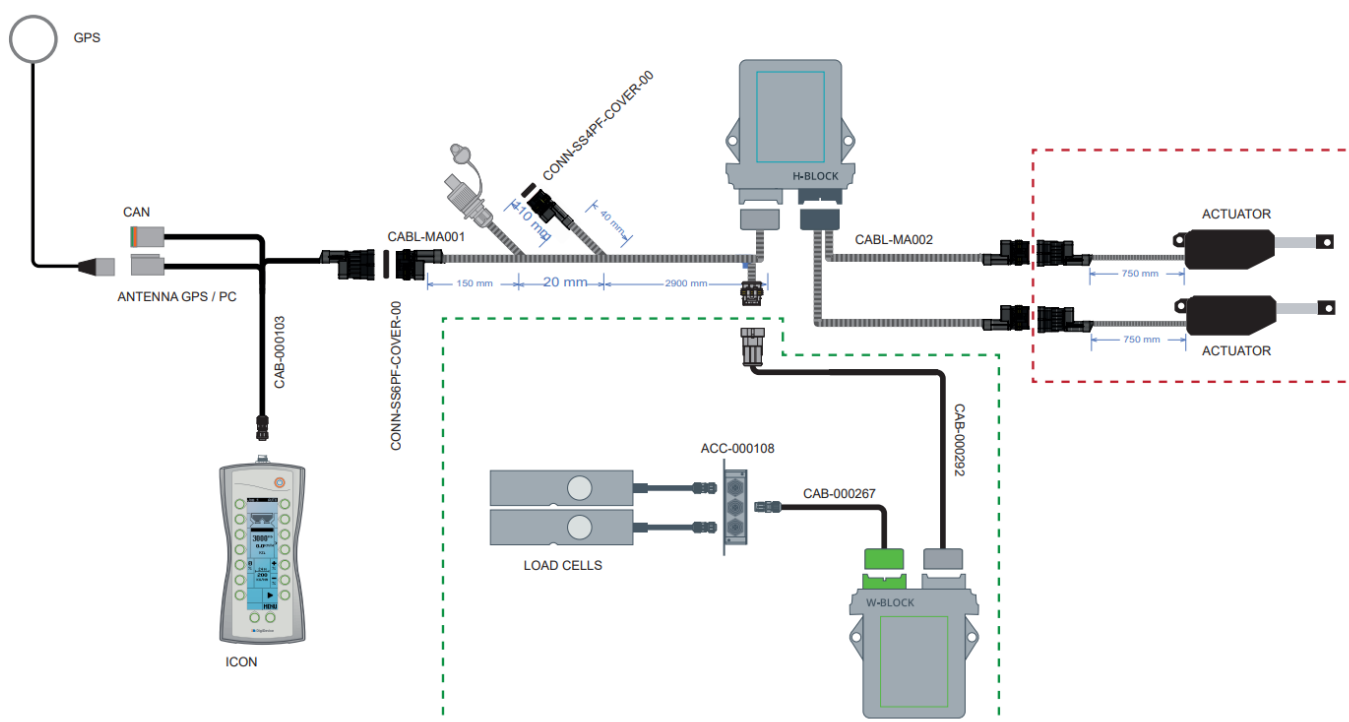

Figura 5.10 - Esquema de conexión del ordenador de aplicación de pesaje
- Conecte los enchufes a las tomas respectivas entre la consola del ordenador y la caja de control del H-BLOCK (*Figura 5.10*);
- Si se dispone, conecte el enchufe del GPS en su toma (*Figura 5.10*);